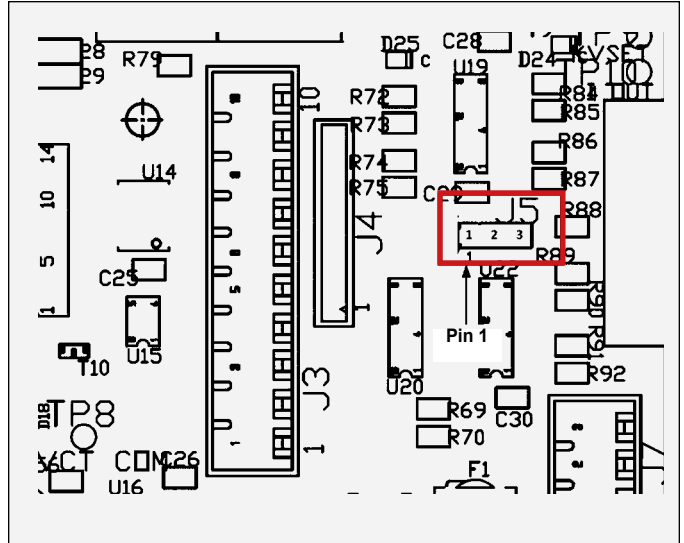

Abbildung 17: PC-Hauptplatine, Lage der Brücke J5
7. Stellen Sie die stromziehende/stromführende Brücke (J5) der PC-Hauptplatine für den Rest der I/O-Digitalsignale ein. Die Lage ist Brücke wird in Abbildung 17 dargestellt. Stellen Sie die Brücke auf die richtigen Kontakte für den richtigen Eingangstyp entsprechend der Tabelle unten.